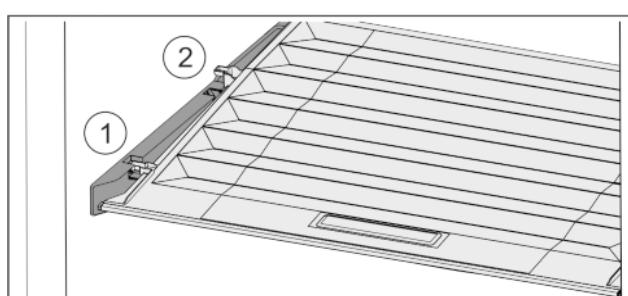

Fig. 33
► Издърпайте напред *Fig. 33 (1)* капака до отвора в задържащите части.
► Повдигнете го отзад отдолу и отстранете *Fig. 33 (2)* нагоре.